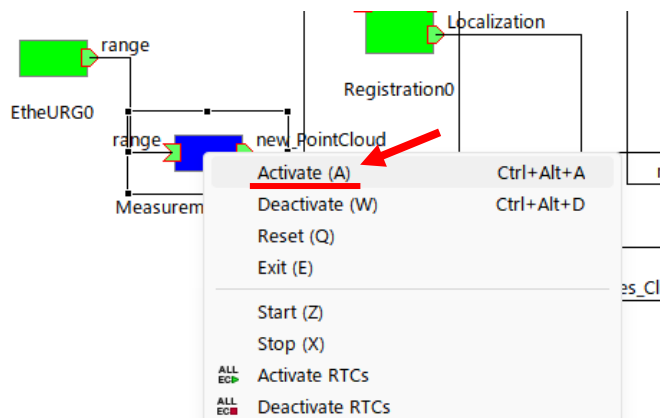

図 52 "MeasurementSystem0"の[Active]
- ③ 図 52 のように MeasurementSystem RTC を再度[Activate]することで LiDAR による 2 回目の計測が開始される。この様に②と③を繰り返すことで何度も計測することができる。また、MeasurementSystem RTC と PointCloud\_Viewer RTC の RTC において[ALL Activate Systems]することで、各処理が新たに実行される。この時、PointCloud\_Viewer RTC の Viewer ウィンドウを閉じている必要がある。Viewer ウィンドウを閉じていないと新しい点群データを PointCloud\_Viewer が受け取られないため、新しい点群データを Viewer ウィンドウに正しく表示できない。